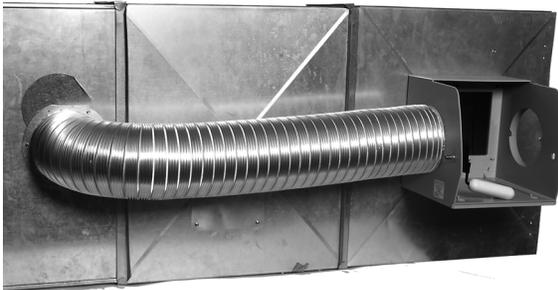

Fig. 12. Installation de la gainé flexible.
1. Étirer avec précaution la gainé flexible pour l'installer entre le collet de dérivation et l'humidificateur. Voir la figure 12.